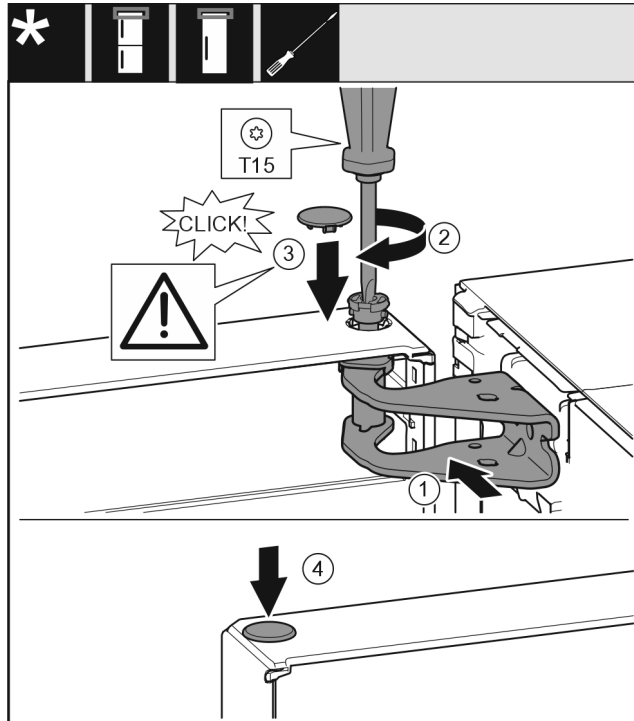

Fig. 26
- Deur boven uitlijnen op de opening in de lagerbus. Fig. 26 (1)
- Bouten Fig. 26 (2) insteken en met een schroevendraaier vastschroeven.
- Beveiligingsafdekking Fig. 26 (3) voor de borging van de deur monteren: Beveiligingsafdekking plaatsen en controleren of deze tegen de deur ligt. Anders de bouten volledig insteken.
- Plug Fig. 26 (4) insteken.